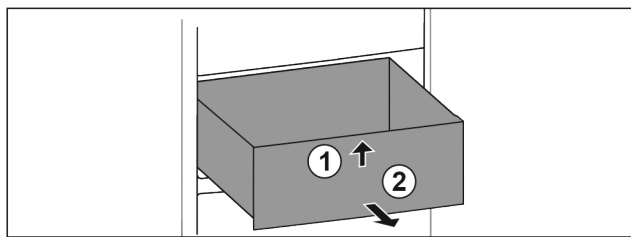

Fig. 95
- Lade aan de voorkant optillen. Fig. 95 (1)
- Lade naar voren toe verwijderen. Fig. 95 (2)